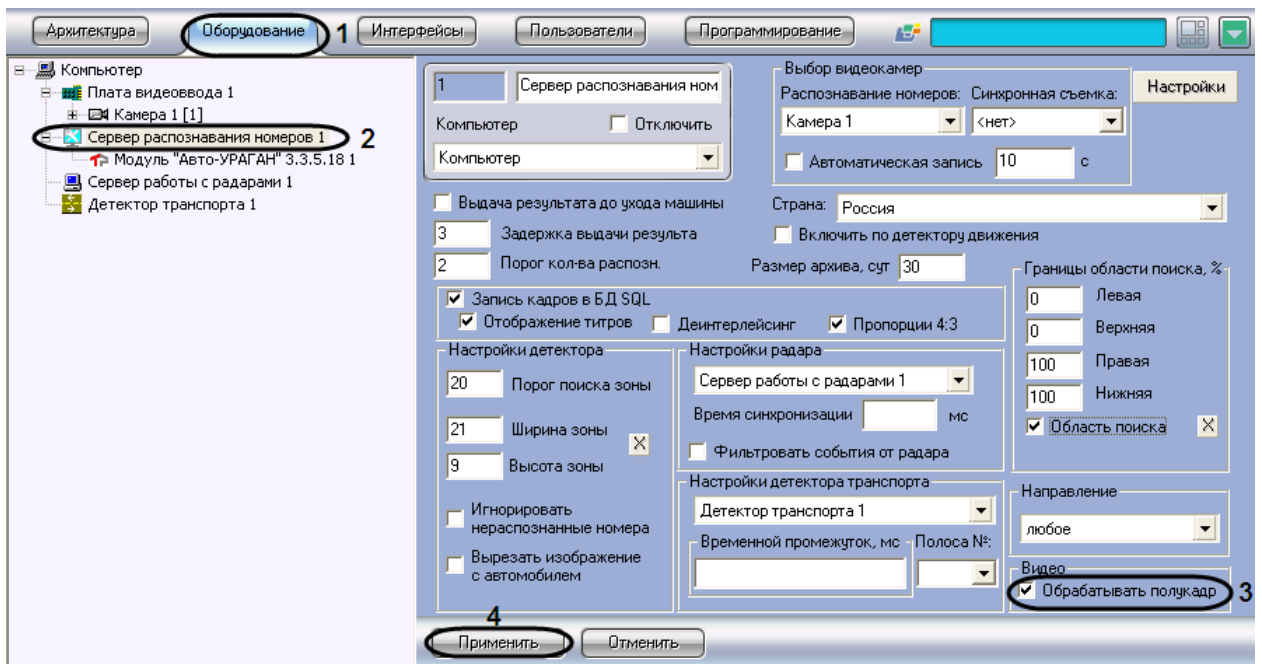

Рис. 7.2-28. Настройка обработки кадров
1. В диалоговом окне «Настройка системы» перейти на вкладку «Оборудование» (см. Рис. 7.2-28, 1).
2. В дереве объектов на вкладке «Оборудование» выбрать объект «Сервер распознавания номеров», соответствующий активированному программному модулю «Авто-УРАГАН 3.3.5.18», «CARMEN-паркинг» или «CARMEN-Авто» (см. раздел «Активация программного модуля, используемого для распознавания номеров», Рис. 7.2-28, 2). В правой части вкладки «Оборудование» отобразится панель настройки выбранного объекта.
3. Снять (установить) флажок «Обрабатывать полукадр» в группе «Видео» (см. Рис. 7.2-28, 3).
4. Нажать кнопку «Применить» (см. Рис. 7.2-28, 4).